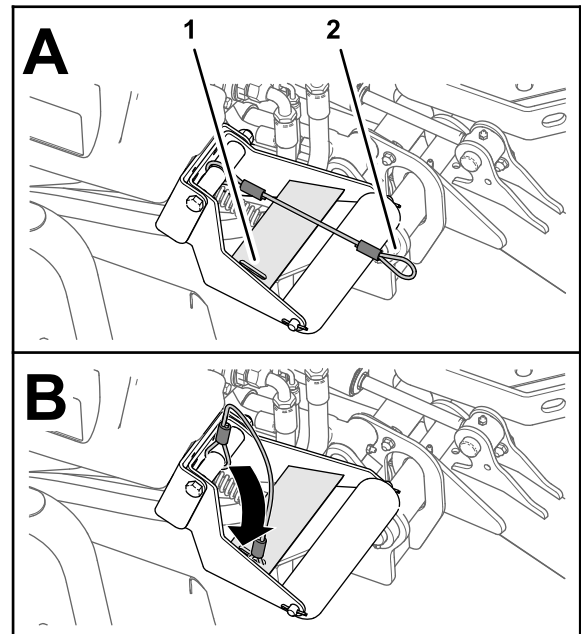

Figure 72
4. Les unités de coupe étant abaissées, enfilez la boucle du cordon dans la fente de la plaque de renfort du support de rouleau (Figure 72).